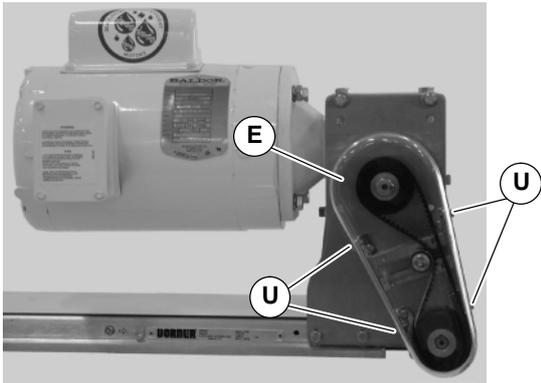

Abbildung 33
11. Abdeckung (E siehe Abb. 33) mit Schrauben befestigen (U). Die Schrauben mit 4 Nm festziehen.